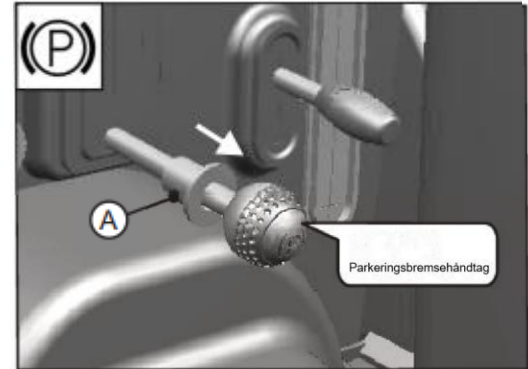

Fig. 4.17
- Træk parkeringsbremsehåndtaget opad for at aktivere parkeringsbremsen (fig. 4.17).
- Tryk bøsningen (A, fig. 4.17) fremad, skub parkeringsbremsegrebet nedad og slip bøsningen 'A'.